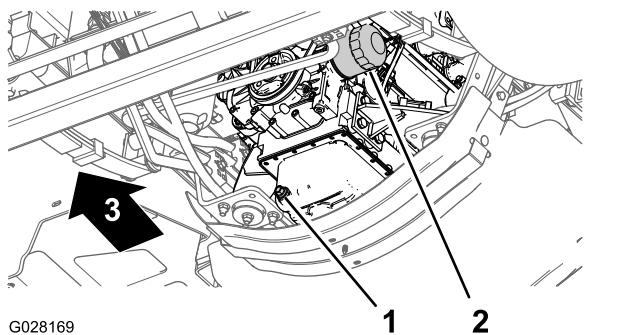

図 79
3. エンジンオイルフィルタの下にオイルを受ける容器をおく図 79。
4. 古いオイルフィルタ図 79を外す。
8. アダプタにフィルタを取り付け、ガスケットがアダプタに当たるまでフィルタを右に回し、そこから更に 1/2 回転増し締めする図 79。
1. ドレンプラグの下にオイルを受ける容器をおく図 79。
2. ドレンプラグ 図 79 を外して排出されるオイルを回収する。